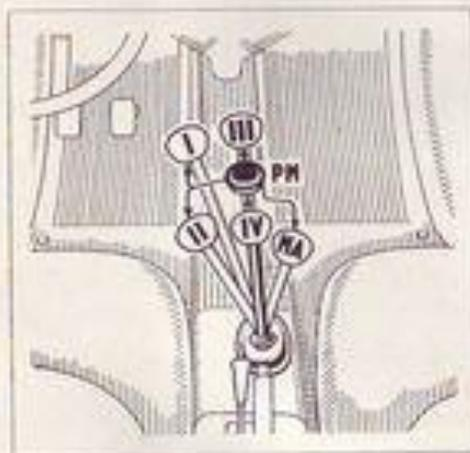

Fig. 18. — Posiciones de la palanca de cambio.
- llevar la palanca del cambio en punto muerto: en esta posición la palanca puede oscilar libremente en ambas direcciones (fig. 18);
Para poner en marcha el vehículo, se pisa a fondo el pedal izquierdo (embrague) y se desplaza la palanca del cambio en posición de 1 velocidad (ver fig. 18). A continuación se afloja completamente el freno de mano. Sucesivamente se deja que el pedal de embrague se levante lentamente, hasta que el vehículo se ponga en movimiento. En este momento se abandona del todo el pedal de embrague y al mismo tiempo se pisa convenientemente el pedal del acelerador hasta alcanzar una velocidad de 15 km/h aproximadamente, suficiente para pasar a la II velocidad. Si se necesita poner en marcha el coche en camino cuesta arriba, es necesario aflojar el freno, embragar y acelerar simultáneamente.